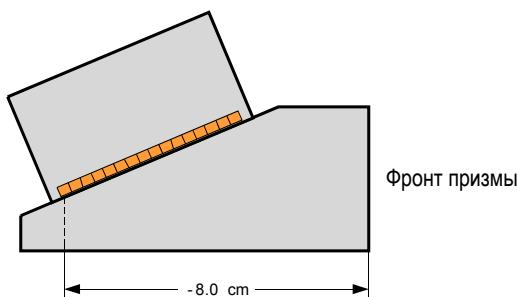

Рис. 4-7 Измерение первичного смещения
- d) Выберите **Первич. смеш.**, а затем введите значение первичного смещения, которым является расстояние между фронтом призмы и центром первого элемента ПЭП (см. Рис. 4-7 на стр. 106).